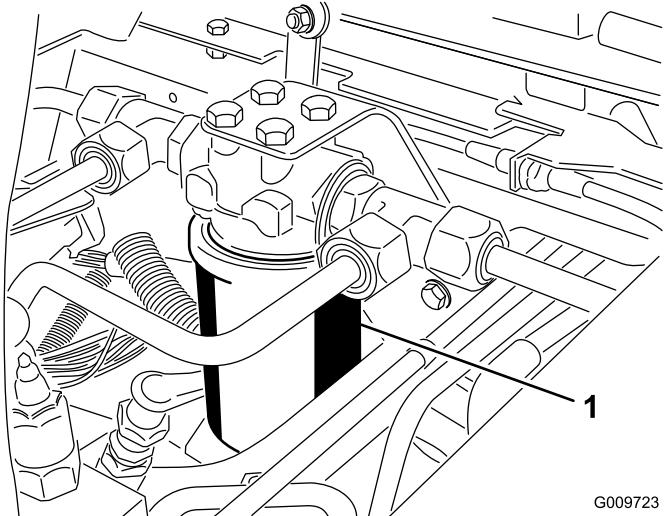
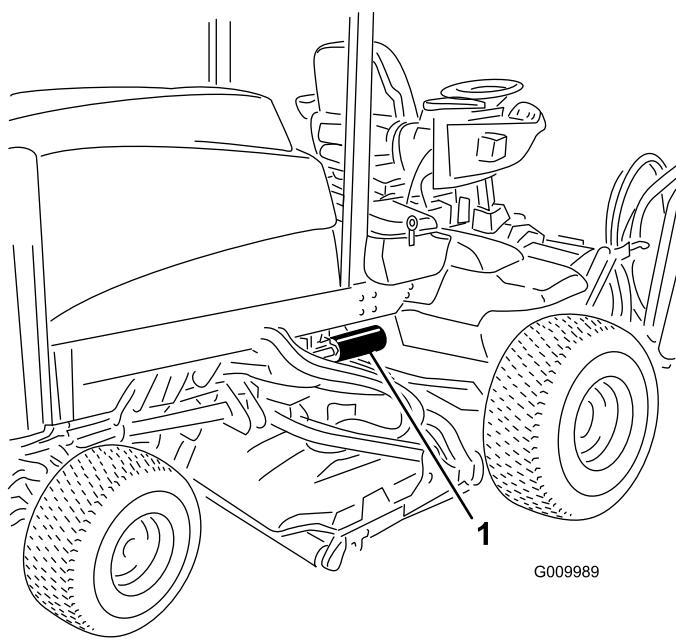

Figura 49
Figura 50
2. Limpie la zona de montaje del filtro. Coloque un recipiente debajo del filtro y retire el filtro (Figura 49 y Figura 50).